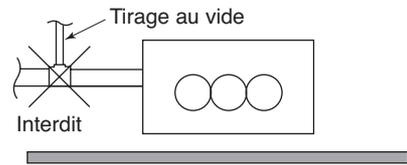

Fig. 3-65
- **N'installez pas de dispositif de tirage au vide, car cela peut provoquer des fuites. (Fig. 3-65)**